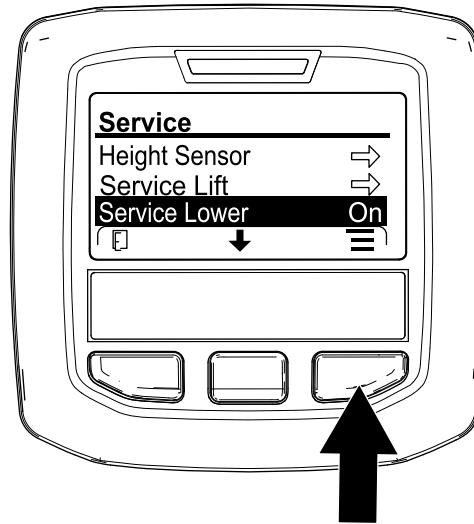

图 178
- 按中间 InfoCenter 信息中心按钮直至 SERVICE LOWER 降低维修选项被选定 图 178 然后按右侧按钮。